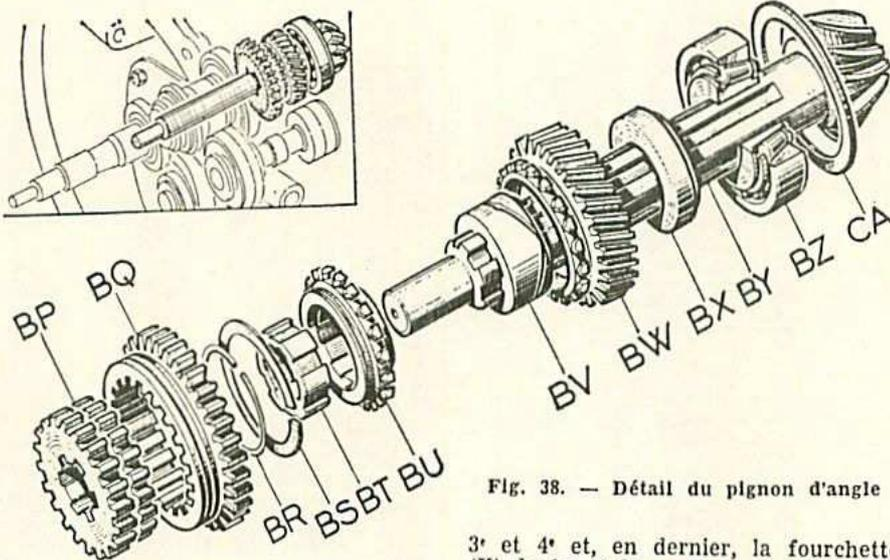
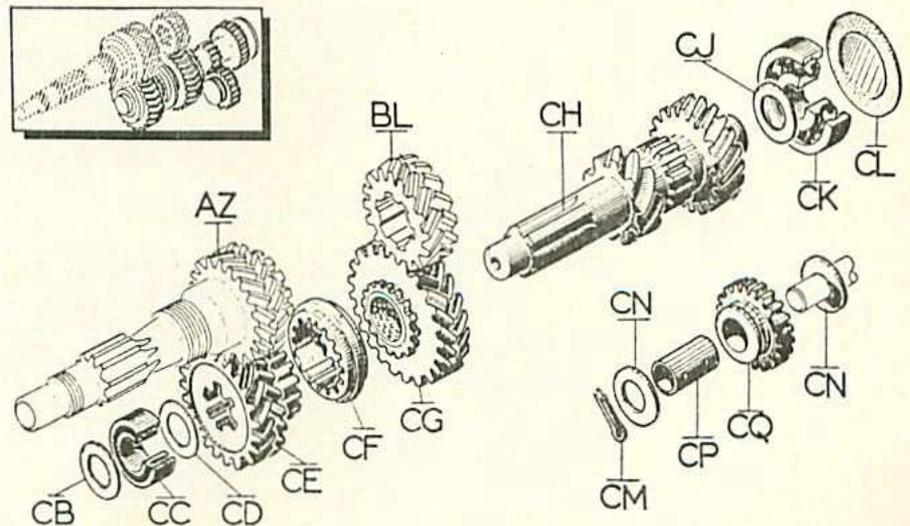

Fig. 38. — Détail du pignon d'angle
Fig. 39. — Détail de l'arbre intermédiaire
• Déposer la butée (BB) du pignon d'angle (BY) (fig. 38), les rondelles de réglage (BC), le cône synchro de 3e (BD) (prise directe), le support de clabot (BF) avec le jonc (BE) et enfin le clabot de 3e (BH) avec le jonc (BG).
• Dégager simultanément, du carter de boîte, l'arbre pignon d'angle (BY) (fig. 38) et l'arbre intermédiaire (CH) (fig. 39). Au cas où des rondelles de réglage (CJ) seraient placées sur l'arbre intermédiaire à côté du roulement arrière (CK) les déposer et les mettre de côté. Le roulement (CK) reste dans le carter.
Pour l'arbre intermédiaire (CH) (fig. 39) utiliser un extracteur Wilmonda DEU et déposer la bague intérieure du roulement à aiguilles (CC), les rondelles de réglage (CD) se trouvant
- la bague extérieure du roulement Timken (BZ) (fig. 38) du pignon d'angle, et les rondelles de réglage (CA) ;
- le roulement (CK) (fig. 39) de l'arbre
— la bague extérieure et la cage d'aiguilles du roulement Nadella (CC) (fig. 39) (avec la rondelle de butée (CB)).